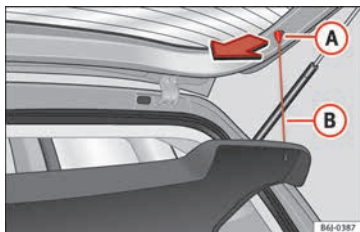

Fig. 133 Dans le coffre à bagages : Dépose et repose de la plage arrière.
- Décrochez les tirants » fig. 133 B de leurs logements A.